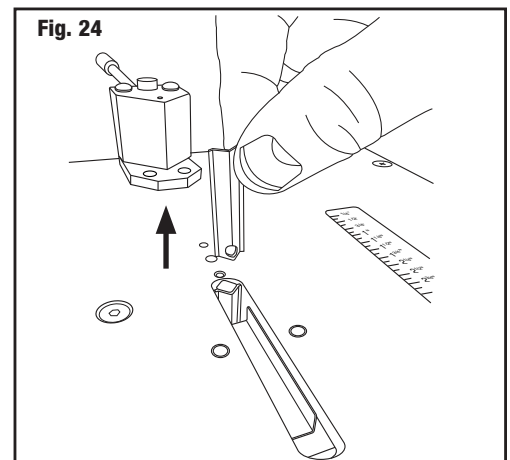

Fig. 24
4. Saque el empujador desde arriba y reemplácelo. **(Fig. 24)**
4. Ziehen Sie den Schieber von oben heraus und ersetzen Sie ihn. **(Abb. 24)**